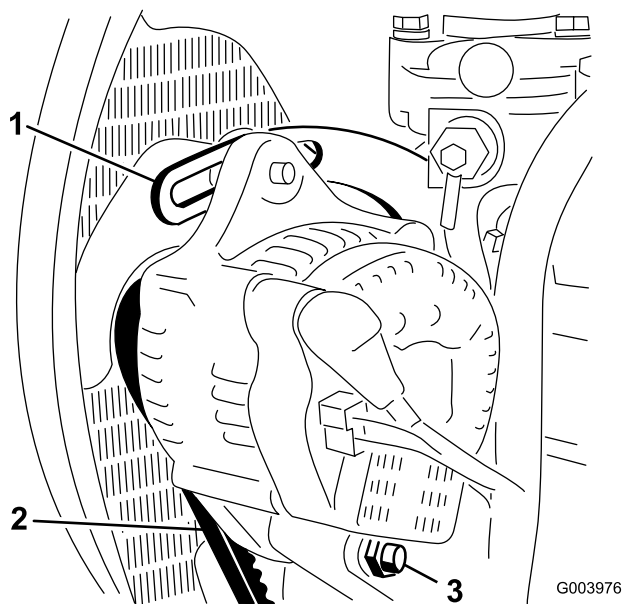

Figura 66
2. Verifique tensão da correia do alternador, premindo-a (Figura 66) até metade entre as polias do alternador e do cárter com uma força de 10 kg.
3. Desaperte o parafuso que segura a braçadeira ao motor (Figura 66), o parafuso que segura o alternador à braçadeira e o parafuso de articulação.